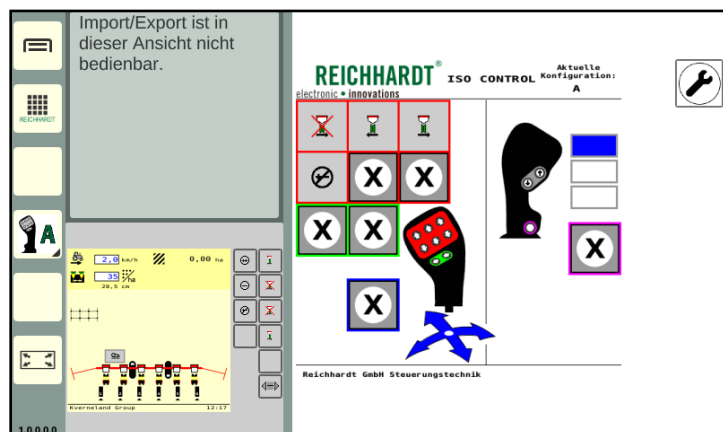

Abb. 59: Anwendung wird im ausgewählten Fenster ausgeführt
3. Die Anwendung wird im ausgewählten Fenster ausgeführt (siehe Abb. 59).